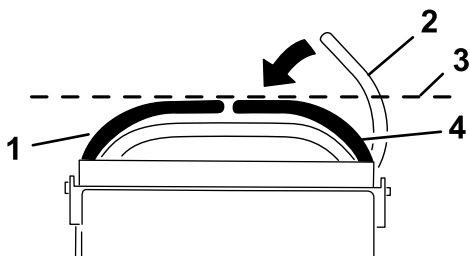

Figura 59
4. Verifique o alinhamento horizontal das alavancas de controlo de movimento (Figura 59).